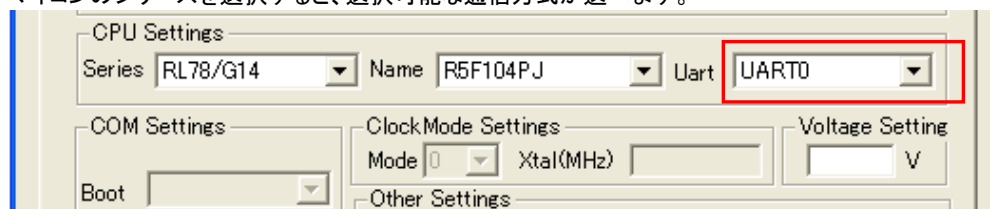

図 4-16 ②マイコン、通信方式選択設定画面
詳細は「図 4-16 ②マイコン、通信方式選択設定画面」をご参照ください。